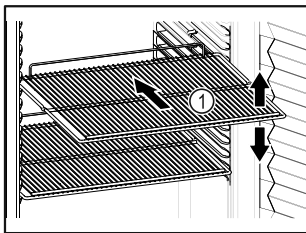

Fig. 58 Representación a modo de ejemplo
- Si los estantes de rejilla Fig. 58 (1) se pueden colocar en distintas posiciones, ajustarlos en altura.